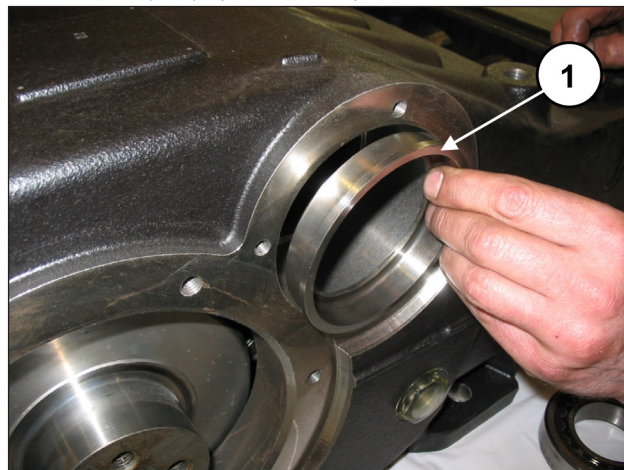
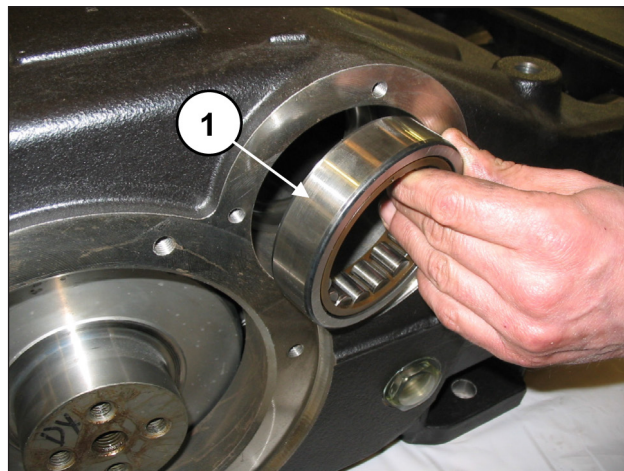

图 53
图 54
在泵壳侧，用缓冲垫和锤子装入轴承润滑套（位置①，图 53）和一个外轴承环（位置①，图 54）。